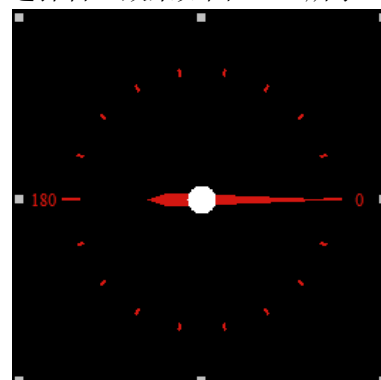

图 3-12 隐藏主线
2)显示主线：主线是仪表最外围的那个圆圈，选择“是”或者“否”。选择“是”可以设置主线颜色和主线的宽度。选择否，效果如图 3-12 所示。